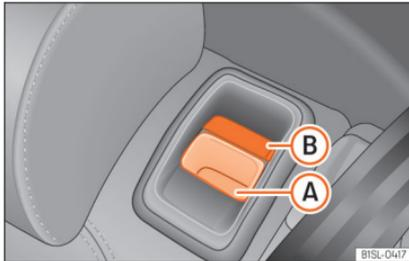

Abb. 93 Rücksitz: Entriegelungstaste (A); rote Markierung (B).
- Entriegelungstaste »» **Abb. 93** (A) nach vorn ziehen und gleichzeitig die Rücksitzlehne vorklappen.
- Die Rücksitzlehne ist entriegelt, wenn eine rote Markierung an der Taste (B) zu sehen ist.